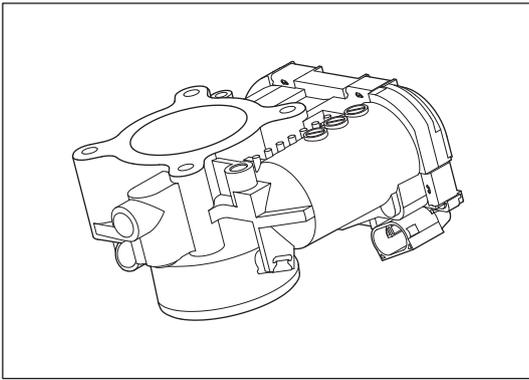

Рисунок 9-3-2. Дроссельная заслонка DVE-5
- » См. рис. 9-3-2.
(1) Назначение контактов разъема дроссельной заслонки а)